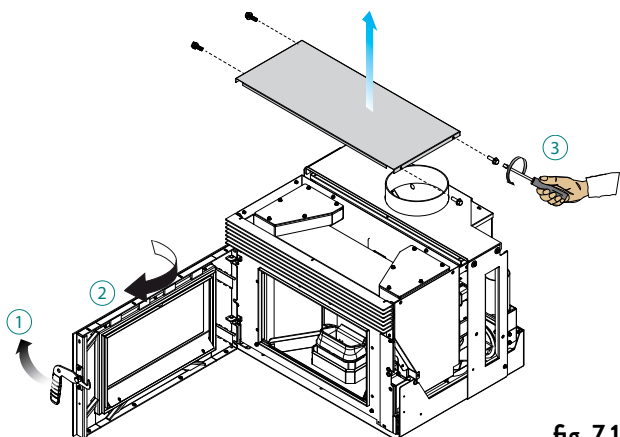

fig. 7.14
- A) Ouvrir la porte (1), retirer le panneau supérieur (2), dévisser et retirer le panneau supérieur (3) (fig. 7.14)